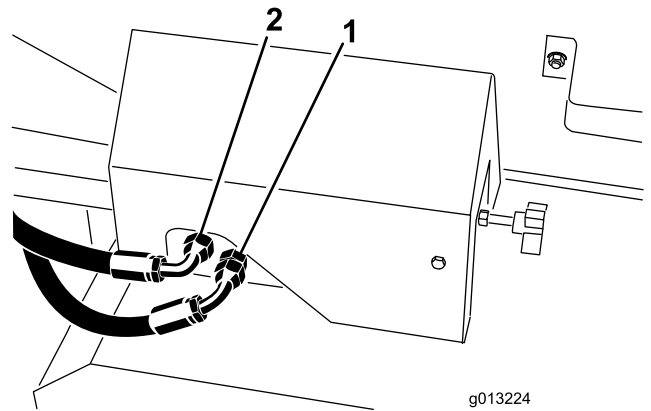
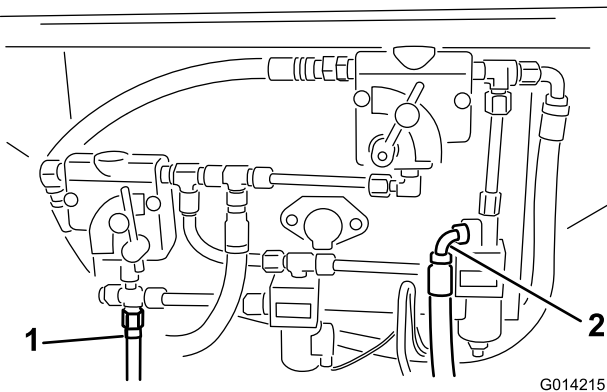
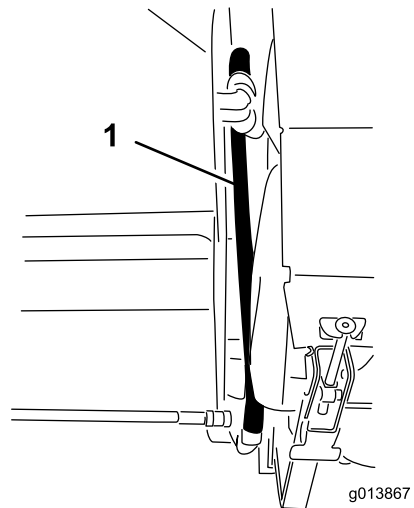
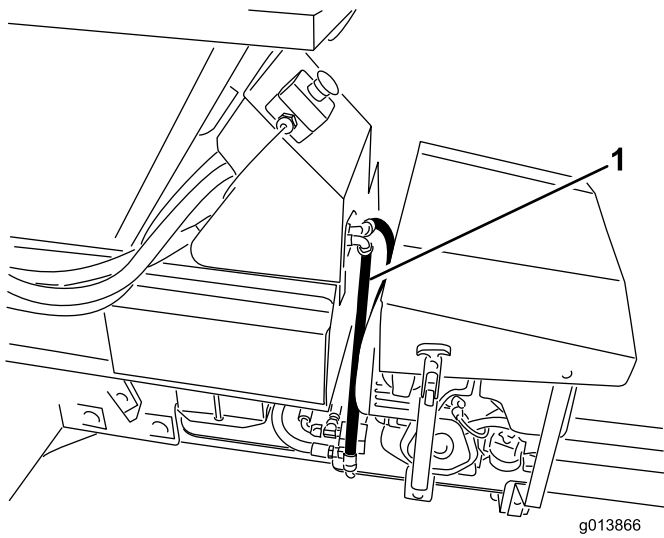

図 15
図 14
図 16
図 17
39. プロスペースモデルの高圧側および戻り側の油圧接続を確認する。SHバージョンについては図 14 を参照、EHバージョンについては図 15 を参照。
40. もし、加圧側および戻り側ホースが図 14 および図 15 に示す位置に取付けてあった場合には、取り外す。
41. 油圧ホースを油圧コントロールパネルに接続する。SH バージョンについては図 14 と図 16 を参照、EH バージョンについては図 15 と図 17 を参照。